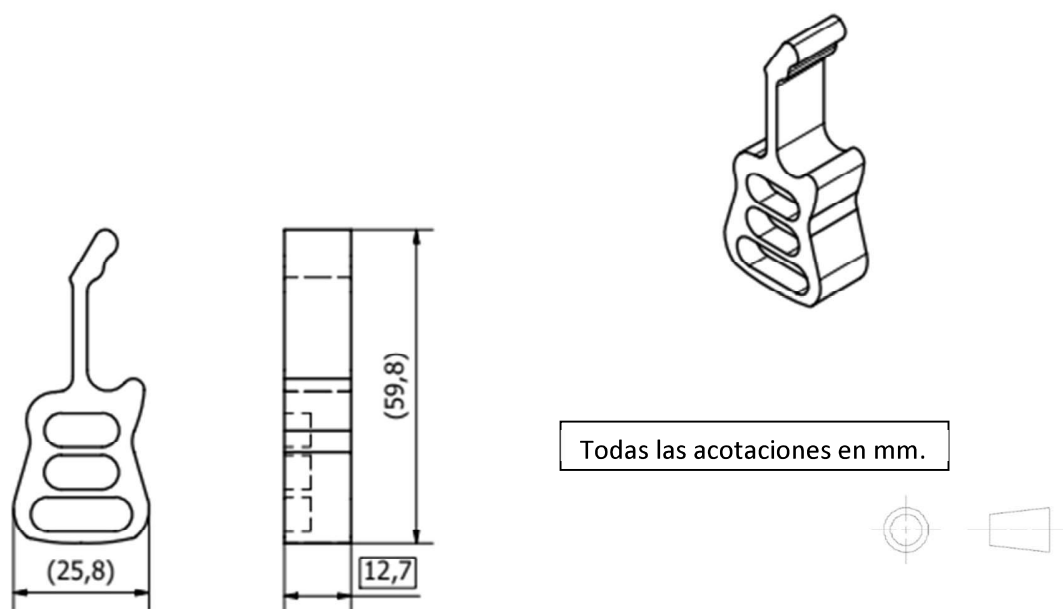

Figura 1
- 1) Genera las trayectorias de manufactura y el código G y M, para la figura 1. Utiliza una herramienta de HSS de 6.35 mm de diámetro.